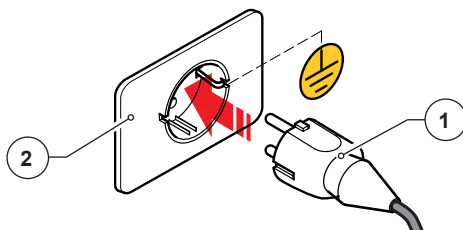

Fig. 9
- Innestare la spina del cavo di alimentazione (Fig. 9 Part. 1) alla presa a muro predisposta nel luogo di utilizzo (Fig. 9 Part. 2);